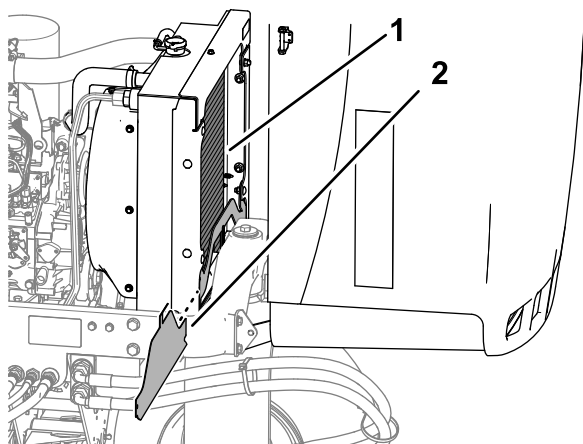

図 72
4. 下側ラジエターシールドを外す **図 72**。
5. ラジエターの裏表を、水または圧縮空気で丁寧に清掃する **図 72**。